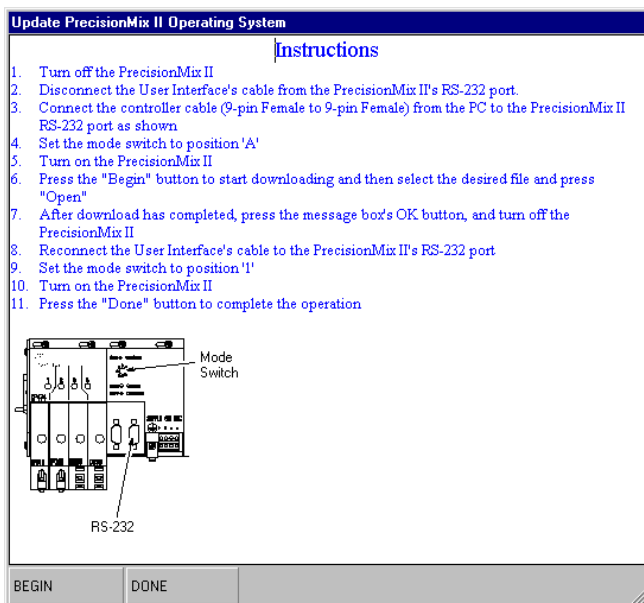

Fig. 13.20
2. Aparecerá una ventana de instrucciones para actualizar el sistema operativo PrecisionMix II. Vea la Fig. 13.20.
6. Para comenzar la actualización, pulse el botón BEGIN de la ventana de instrucciones. Vea la Fig. 13.20.